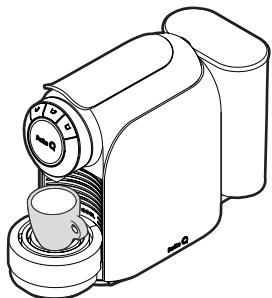

Fig. 8: Posizionare la tazza da caffè espresso.
- Posizionare una tazza da caffè sul vassoio per le tazze, sotto il becco d'estrazione (vedere **Fig. 8**).